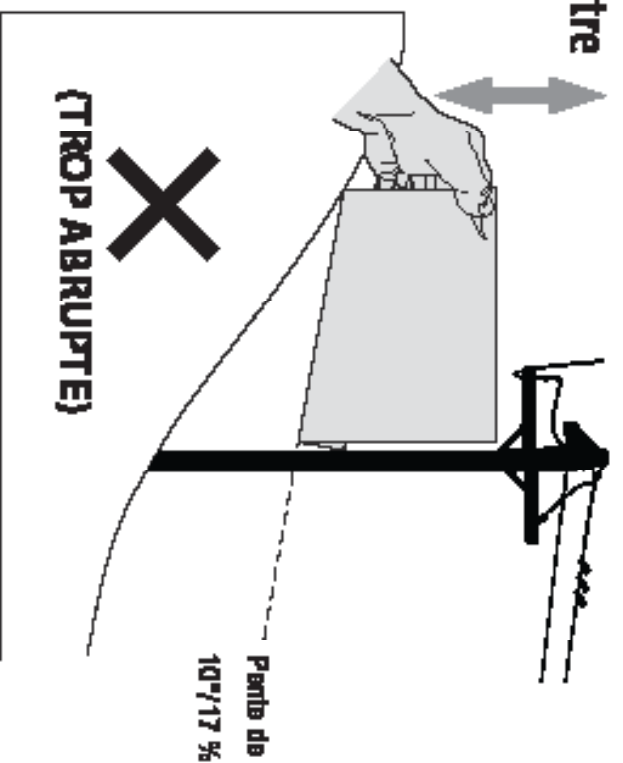

Figure 2
3. Aligner l'un des côtés de l'inclinomètre avec l'objet. Consulter la Figure 1 et la Figure 2.
4. Appuyer l'inclinomètre vers le haut ou vers le bas jusqu'à ce que la cadence des points (comme dans la Figure 1 et la Figure 2).